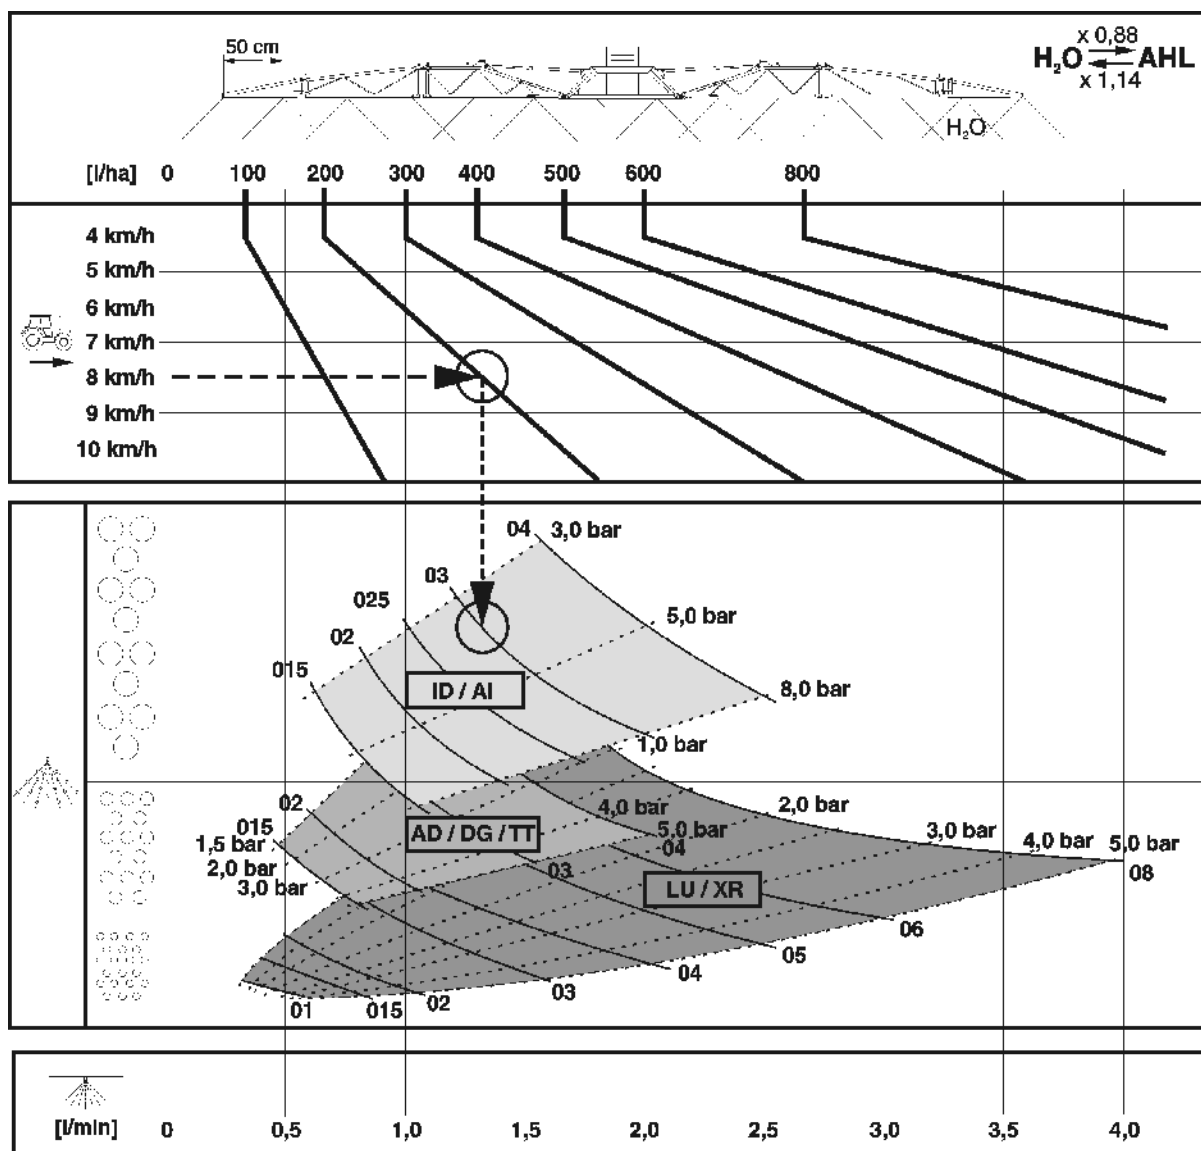

Bild 155
- Bild 155 ger information för val av lämpligaste munstycke. Munstyckstypen bestäms av